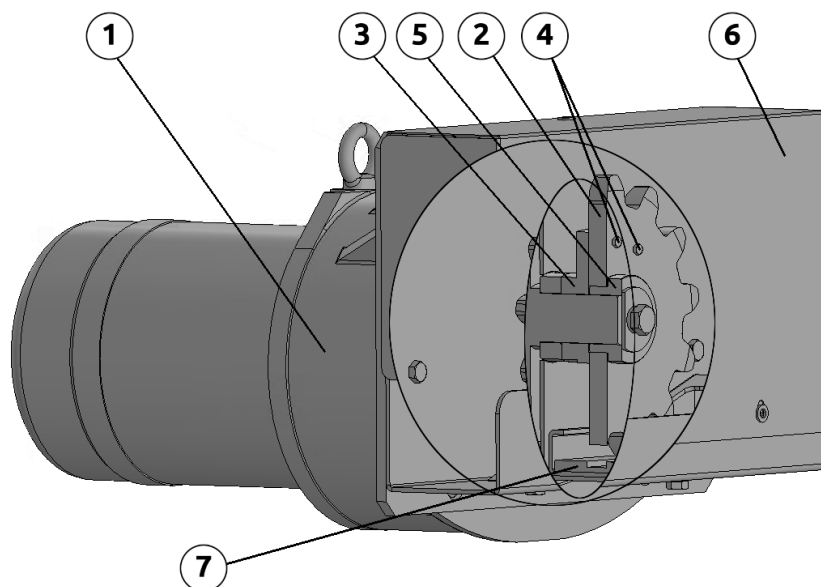

Рисунок 2.6
Основной компонент приводного узла (рис. 2.6) – мотор-редуктор (1). Вращающийся эффект от мотор-редуктора передается приводной «звездочке» (2) через защитную муфту (3). «Звездочка» и муфта соединены между собой винтами (4). Для балансировки приводной «звездочки» устанавливается втулка (5). Для балансировки приводной «звездочки» устанавливается втулка (5).